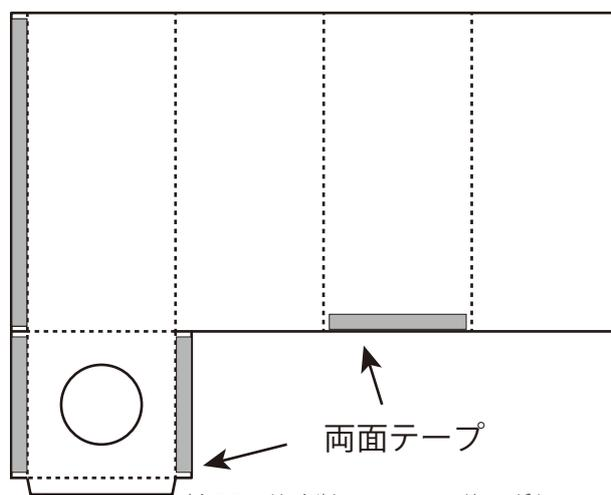

図3 レンズ用筒の両面テープを貼る場所
4) 図3 の点線の部分を山折りで折り曲
5) 図3 の型紙の「塗りつぶした部分」